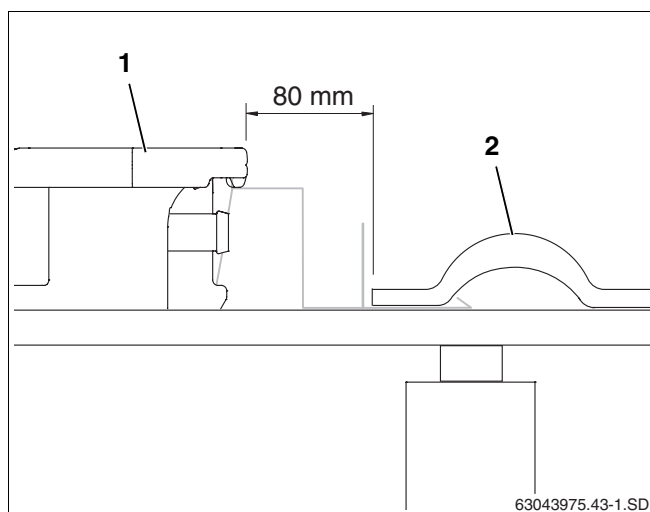

Fig. 24 Colocar o primeiro colector e aparafusá-lo
- ▶ Deslizar o primeiro colector (fig. 24, **item 1**) na protecção contra deslizamento e posicioná-lo a 80 mm da telha externa (se necessário, cortada) (fig. 24, **item 2**).